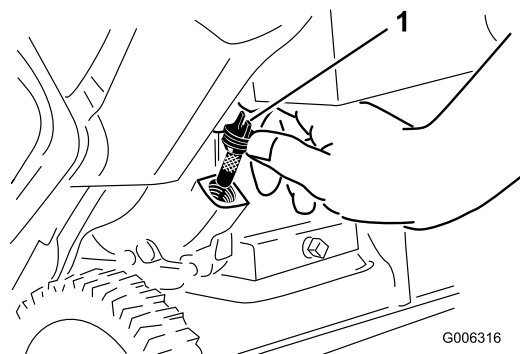

Рисунок 7
2. Очистите поверхность вокруг крышки маслозаливной горловины (Рисунок 7).